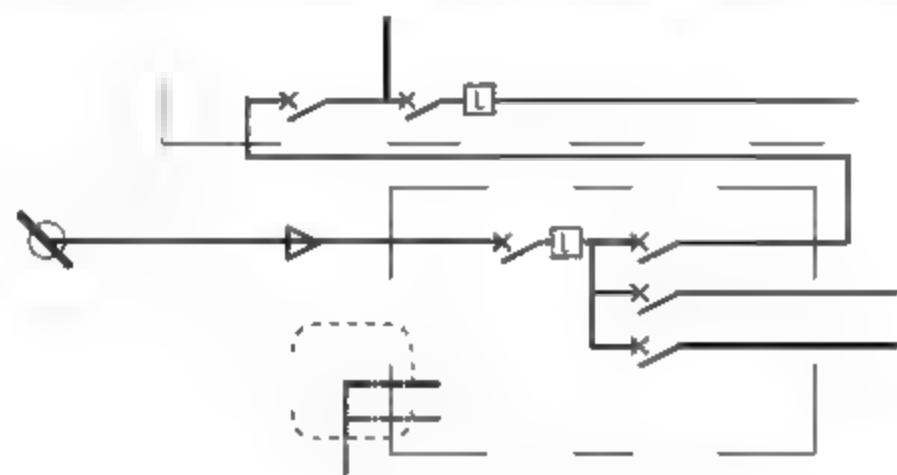

图13-15 绘制线路
**14** 调用PL【多段线】命令，绘制如图13-15所示的线路图形，并将线路的线型设置为虚线。